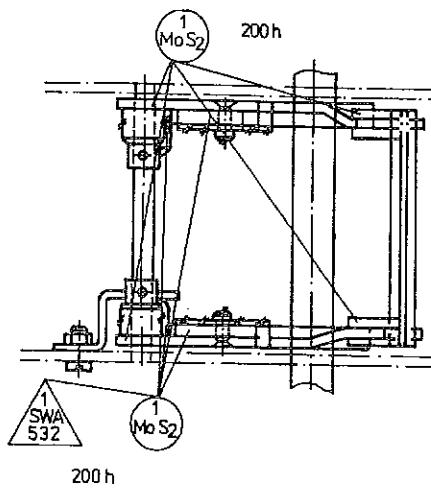

Bild 14 Schmierstellen an den vorderen und hinteren Schwingen
- Ölfilz der unteren (vorderen und hinteren) Schwingen für Druckstück mit Öl tränken (Bild 14).